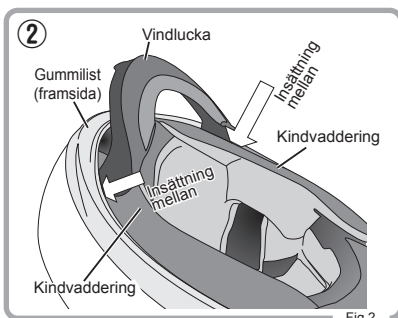

Fig. 2
- 2 Infoga mellanfodret och ledkrokarna varsamt i fästskåror från mitten till sidan, som visas i Fig.2. Följ samma tillvägagångssätt på den andra sidan
- ② Som visas i fig. 2, vänd på hjälmen och fäst vindlucka på framsidan (hakpartiet) av hjälmen.